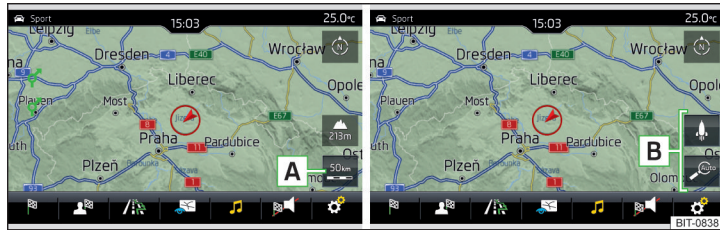

Fig. 196 Suprafețele de comandă funcții pentru modificarea scării hărții
▶ Atingeți scurt suprafața de comandă funcții **A** » fig. 196.
În zona **B** » fig. 196 sunt afișate suprafețele de comandă funcții pentru modificarea scării hărții.